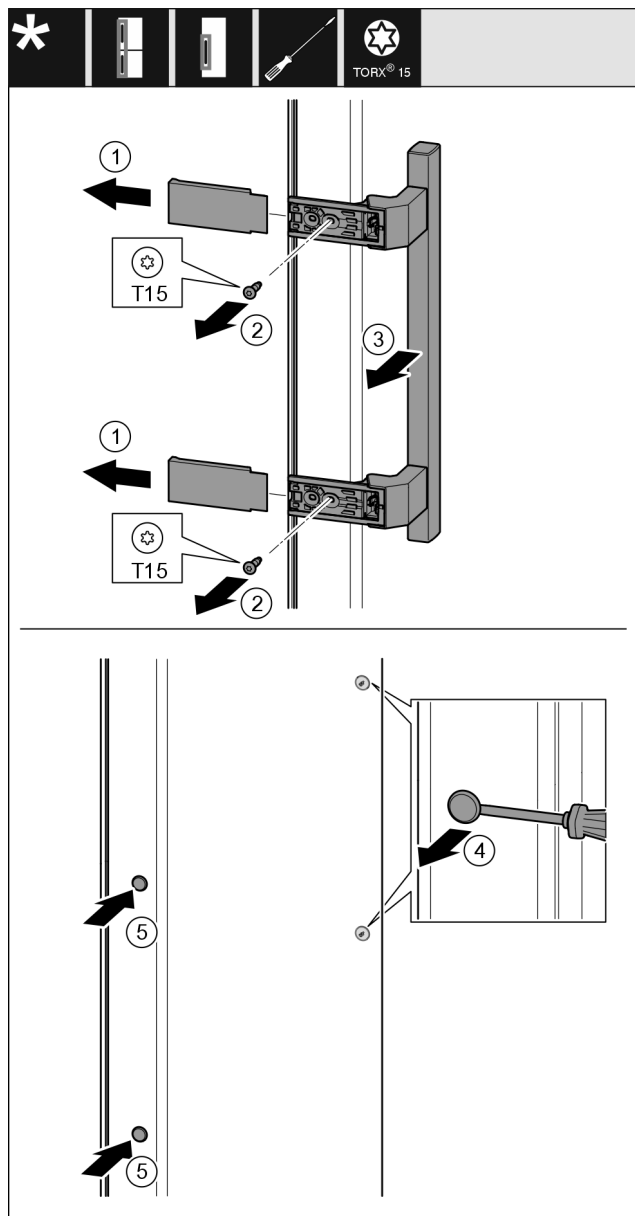

Fig. 10
- Snemite pokrov. Fig. 10 (1)
- Vijake odvijte z izvijačem Torx 15. Fig. 10 (2)
- Snemite ročaj. Fig. 10 (3)
- S ploščatim izvijačem previdno dvignite stranski čep in ga izvlecite. Fig. 10 (4)
- Čep ponovno vstavite na drugi strani. Fig. 10 (5)